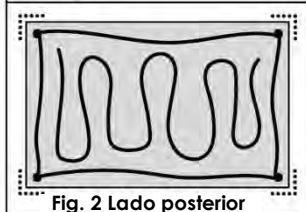

Fig. 2 Lado posterior
3. Remove and apply sealant to the back side of the tile as required. (Fig. 2)
3. Levántela y póngale un pegamento al lado posterior de la baldosa como necesario. (Fig. 2) **NOTA:** Use el pegamento según las instrucciones del fabricante.